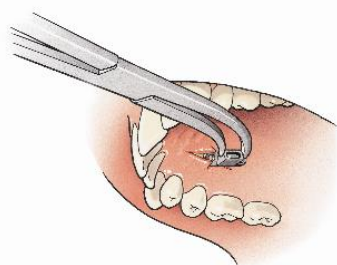
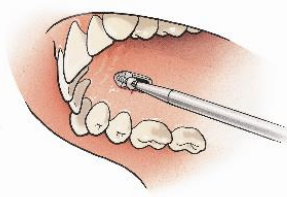

Fig. 3
Fig. 4
Placer les contre-plaques (code commande : 03-800A) en sous-périosté sur la surface osseuse (fig. 3). Il faut s'assurer que les extensions en forme de boîtier à 30° sont bien à l'horizontale et en opposition l'une par rapport à l'autre lors de leur pose sur la plaque de base. Les contre-plaques sont marquées pour la gauche (L) et la droite (R). Fixer les plaques par des vis autoperceuses monocorticales de 7 mm et de 2,0 mm de diamètre (code commande : 70-707S) (fig. 4).